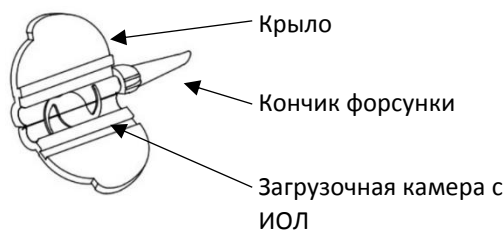

Fig. 1
6. Удерживайте крылья картриджа в открытом состоянии, разместите ИОЛ по центру и мягко толкните щипцами линзу вниз, чтобы ближайший угол оптики был надежно закреплен под краем загрузочной камеры, как показано на Рис. 1.